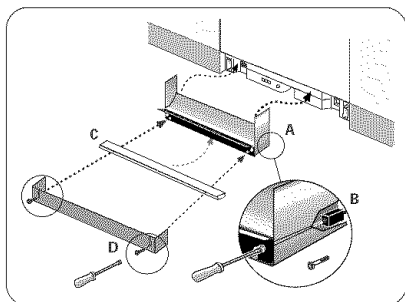

Figure 31/Illus. 31
- 1) Place the Base Part under and up the front bottom panel of the dishwasher, as shown in Figure 31.
- 2) Insert the Base Part screws (Figure 1, letter O) into the Base Part, as shown in Figure 31, letter B. Tighten the Base Part Screws.
- 3) Place the Cotton Insulation Strip (Figure 1, letter C) under the unit, between the bottom of the Base Part and the floor, as shown in Figure 31, letter C.
- 4) Place the toe panel over the Cotton Insulation Strip, and use the toe panel screws (Figure 1, letter N) to secure the toe panel in place, as shown in Figure 31, letter D.
- 1) Placer la pièce base sous et vers le haut du panneau inférieur avant du lave-vaisselle comme à la figure 31.
- 2) Insérer les vis de pièce de base (figure 1, lettre O) dans la pièce de base, figure 31, lettre B. Serrer les vis de pièce de base.
- 3) Placer la bande isolante en coton (figure 1, lettre C) sous l'appareil entre le bas de la pièce de base et le plancher comme à la figure 31, lettre C.
- 4) Placer le panneau inférieur sur la bande isolante en coton et utiliser les vis du panneau (figure 1, lettre N) pour maintenir le panneau en place comme à la figure 31, lettre D.
- 1) Acomode la Pieza Base introduciéndola por debajo y hacia arriba del panel inferior delantero de la lavadora, como muestra la Ilustración 31, letra A.
- 2) Introduzca los tornillos (Ilustración 1, artículo O) en la Pieza Base, tal como indica la letra B en la Ilustración 31. Apriete los tornillos de la Pieza Base.
- 3) Extienda la Tira Aislante de Algodón (Ilustración 1, artículo C) debajo del aparato, entre la cara inferior de la Pieza Base y el piso, tal como indica la letra C en la Ilustración 31.
- 4) Acomode el panel de pie sobre la Tira Aislante de Algodón y utilice los tornillos (Ilustración 1, artículo N) para sujetarlo en su sitio, tal como indica la letra D en la Ilustración 31.